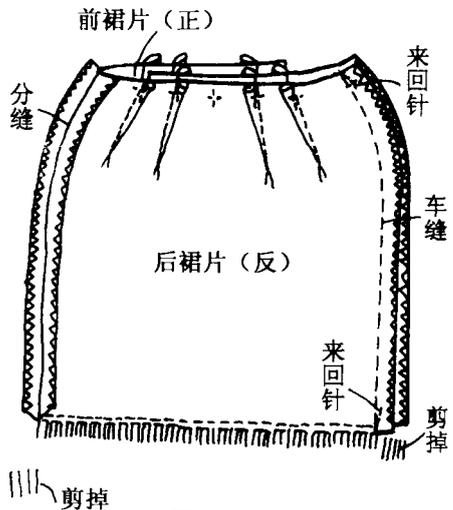

图 1-6
6. 缝合侧缝。将前后裙片正面相对，顺侧缝车缝，然后将缝份分缝烫平。见图 1-6。